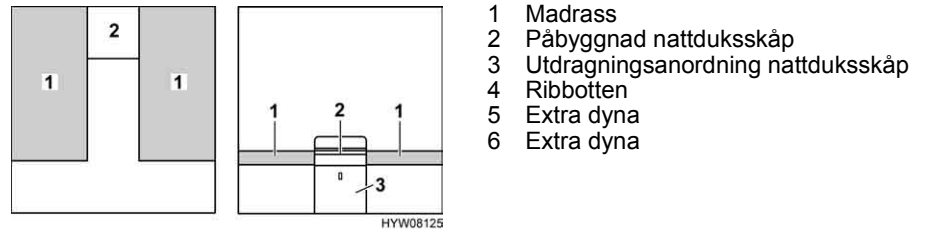

Bild 67 Före ombyggnaden
- Ta bort nattduksskåpets påbyggnad (Bild 67,2) och ställ den åt sidan.